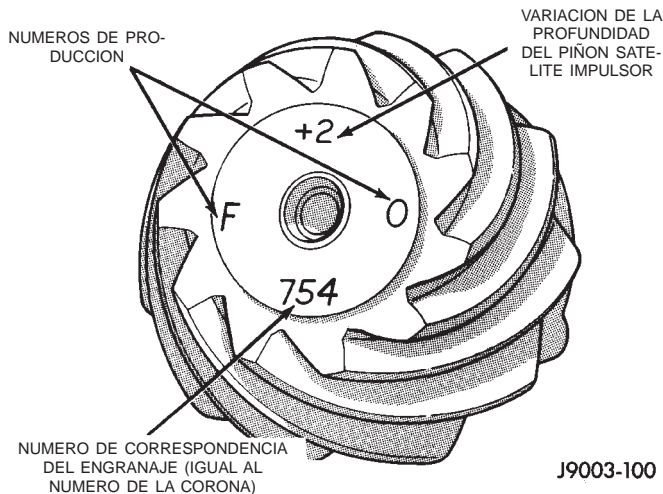

Fig. 76 Números de identificación del piñón satélite
La corona y el piñón satélite vienen de fábrica únicamente como conjunto. Los números de identificación para la corona y el piñón satélite están grabados en la cara de cada engranaje (Fig. 76). En la cara del piñón satélite está grabado un signo más (+), un signo menos (-) o un cero (0). Este número representa la magnitud (en milésimas de pulgada) de la variación de profundidad en relación a la profundidad convencional de piñón que lleva grabado el valor (0). La profundidad convencional desde la línea central de la corona a la cara posterior del piñón es de 96,85 mm (3,813 pulgadas). La profundidad convencional asegura el mejor patrón de contacto entre los dientes. Si desea mayor información, consulte el Párrafo de análisis de patrón de contacto y holgura en esta sección.
(9) Seleccione un espaciador igual a la lectura del indicador de cuadrante más el número de variación de profundidad del piñón satélite de mando grabado en la superficie del piñón satélite (Fig. 76) utilizando el signo opuesto en el número de variación. Por ejemplo si la variación de profundidad es -2, agregue +0,002 pulgadas a la lectura del indicador de cuadrante.